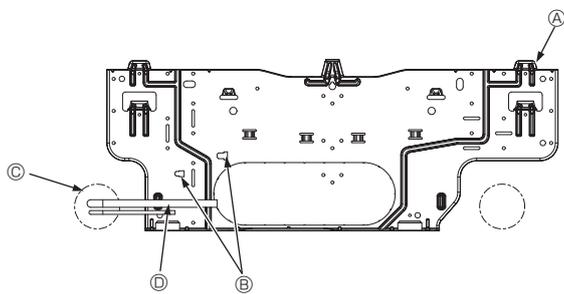

Fig. 3-5
- Ⓕ Plaque d'installation ①
3.3. Lors de l'insertion des tuyaux dans le mur (Fig. 3-5)
- Ⓐ Plaque d'installation ①